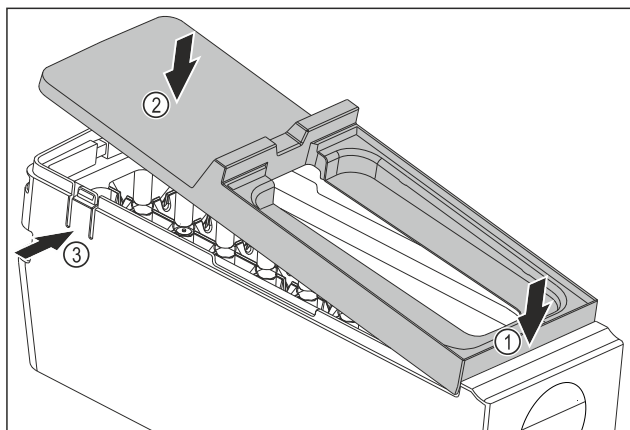

Fig. 169
- Montar la cubierta del EasyTwist-Ice: Colocar la cubierta por delante. Fig. 169 (1)
- Bajar la cubierta por detrás. Fig. 169 (2)
- La cubierta encaja en ambas lengüetas Fig. 169 (3) de forma audible.